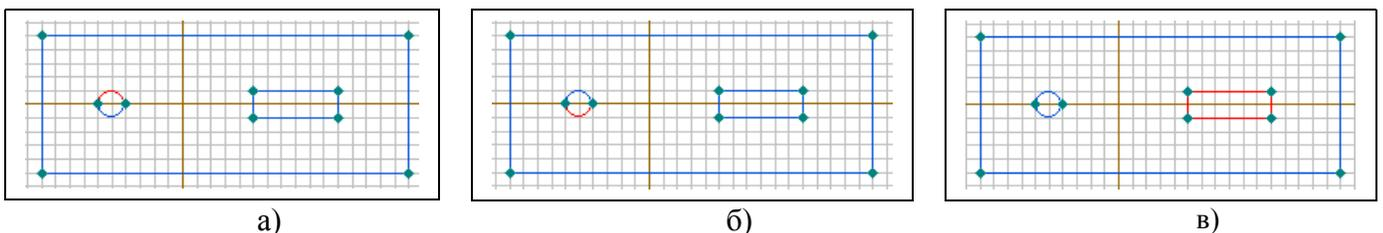

Рис. 2.24. Выделение верхней и нижней граней провода и поверхности шины
4. Присвойте метки верхнему и нижнему ребру провода, рис.2.24.а и б. Например, дайте им имена *Верх провода* и *Низ провода*.
5. Таким же образом можно выделить отдельные ребра шины и присвоить им метки, но можно это сделать сразу для всех ребер. Для этого удерживая кнопку **Ctrl** выделите все ребра шины, рис.2.24.в. Войдите в меню **Правка/Свойства (Alt+Enter)** и пометьте все 4 ребра одной меткой *Поверхность шины*.